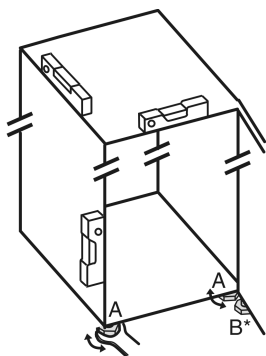

Fig. 4
- Seřizovací nožky Fig. 4 (A) vyšroubujte pomocí přiloženého vidlicového klíče a pomocí vodováhy, dokud nebude spotřebič pevně vyrovnáný.
- Seřizovací nožku Fig. 4 (B) na stojanu ložiska vytáchejte pomocí přiloženého vidlicového klíče, až dosedne na zem.
- Seřizovací nožku Fig. 4 (B) otáčejte dál o 90°.